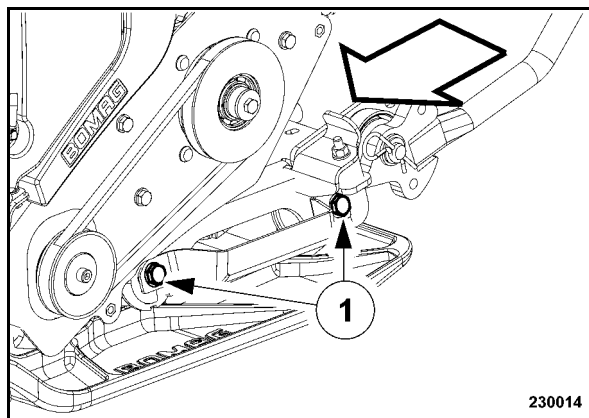

рис. 54
- Слегка ослабить по два крепежных винта (1) (рис. 54) по обеим сторонам кронштейна опоры двигателя.